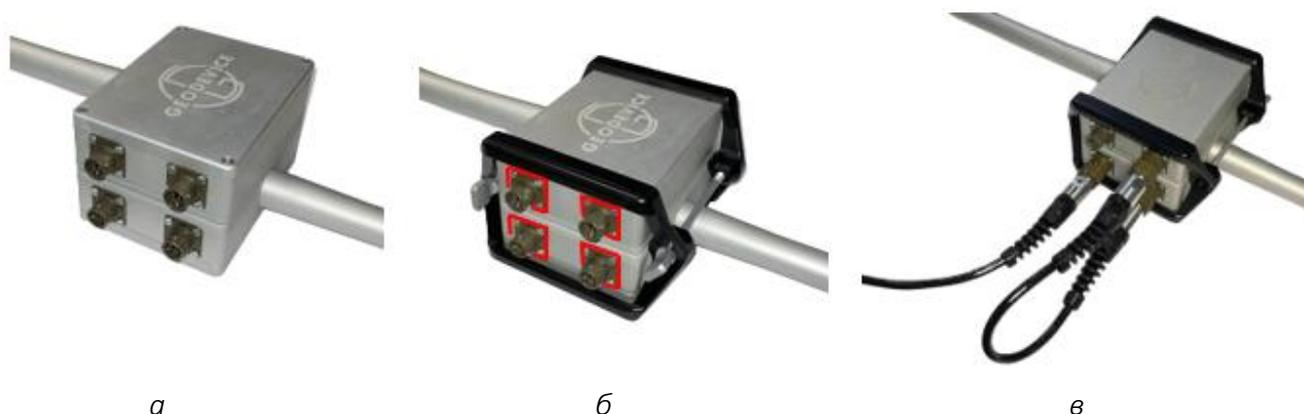

Рисунок 28 Порядок сборки двух датчиков OVHmag в магнитометр-градиентометр
1. Сориентировать два корпуса блоков электроники OVHmag таким образом, чтобы углубления одной крышки блока совпадали с выпуклостями крышки второго блока (Рисунок 28).
2. Надеть две пластиковые рамки для скрепления блоков электроники и стянуть их между собой винтами (Рисунок 28, б).
3. Соединить два блока электроники кабелем датчик-датчик (Рисунок 28, в).
4. Подсоединить к любому датчику кабель датчик-пульт (Рисунок 28, в).